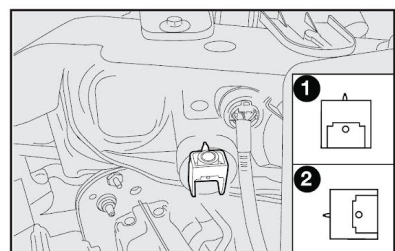

fig. 96
### Regulador no farol figs. 96
**Posição 1-fig. 96** - com veículo com carga normal.
**Posição 2-fig. 96** - com veículo com carga completa.